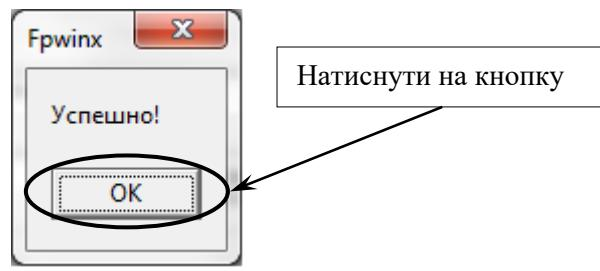

Рисунок 42
– з'явиться повідомлення «Успешно!». Натиснути кнопку «OK» (рисунок 42);